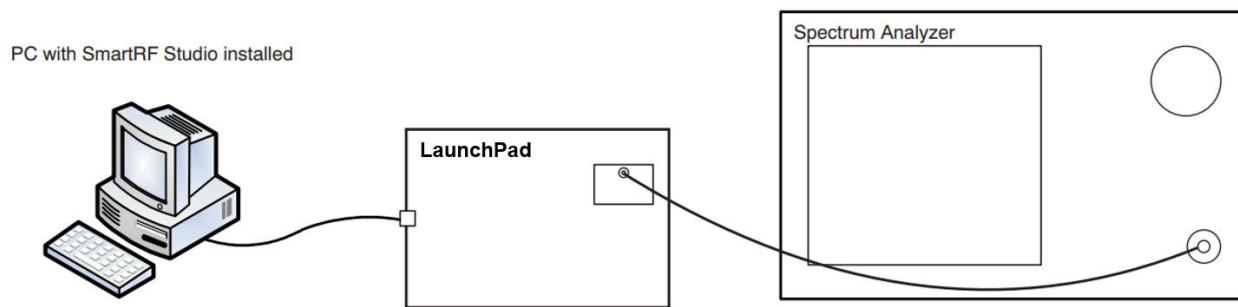
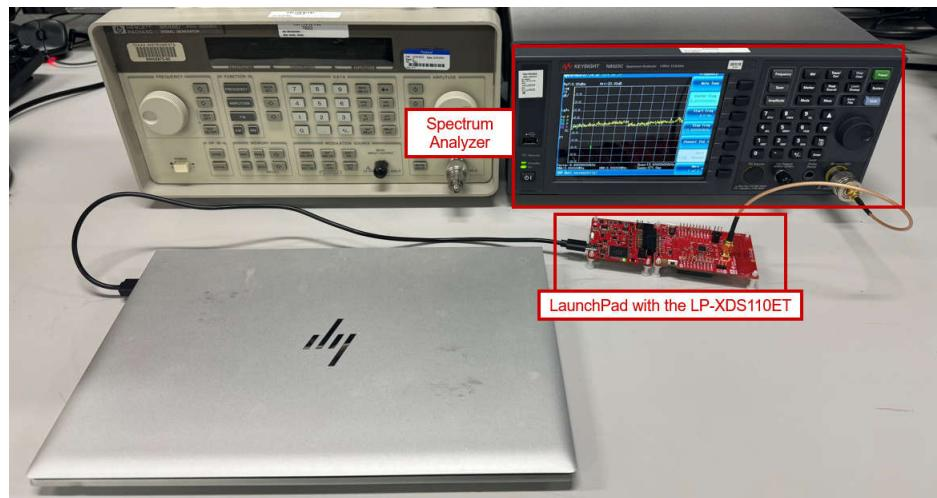

图 7-1. 传输功率测试设置示意图
图 7-2. 传输功率测试工作台设置
测试环境：图 7-1 说明传输功率测试设置。
- 第 1 步：按 图 7-1 和 图 7-2 所示连接仪器。